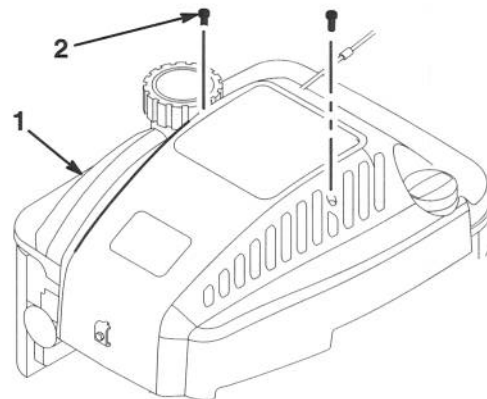

Figure 22
2. Retirer les deux (2) vis du capot moteur et le soulever (Fig. 22).